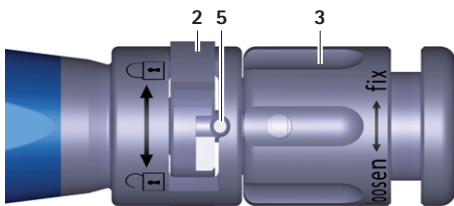

Рис. 4 Детальное изображение установочного инструмента, тестовый/рабочий имплантат затянут
- ▶ Повернуть поворотную гайку 3 на установочном инструменте A по часовой стрелке (направление "fix" ("фиксация")), пока тестовый имплантат не будет затянут, см. Рис. 4.
- ▶ Повернуть поворотную гайку 3 на установочном инструменте А по часовой стрелке (направление "fix" ("фиксация")), пока имплантат не будет затянут, см. Рис. 4.